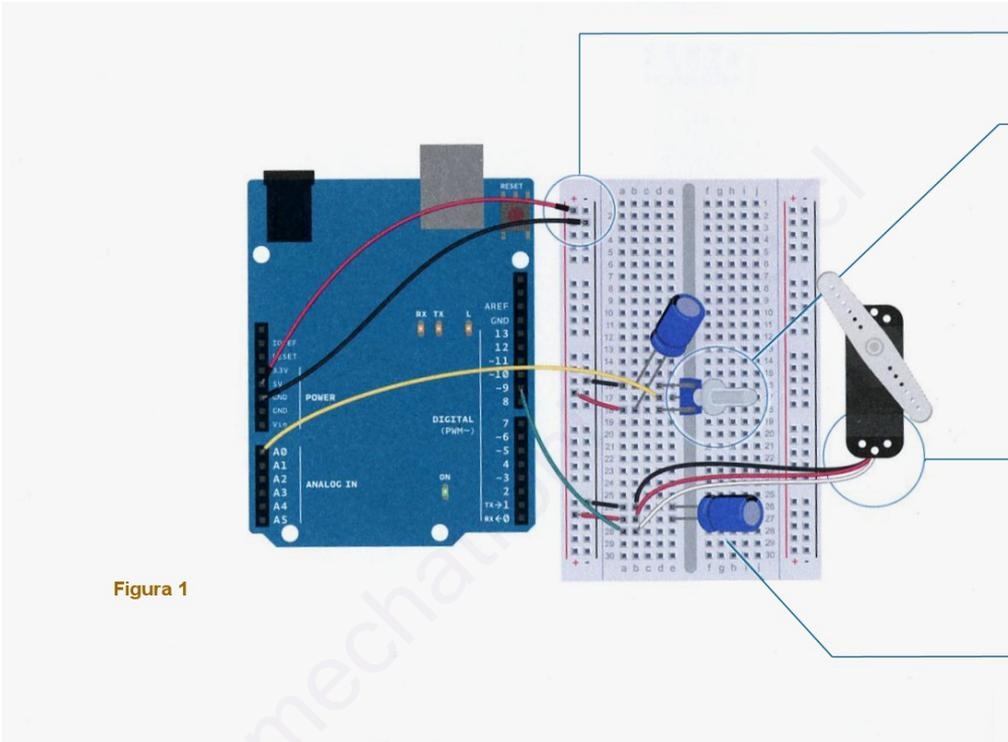

Figura 1
- 4 Cuando el servomotor empieza a moverse, consume mucha más corriente que si ya estuviese moviéndose. Esto producirá una pequeña caída de tensión en la placa. Si se coloca un condensador de 100uF entre el positivo y la masa cerca del conector del servomotor como se muestra en la figura 1, se podrá atenuar cualquier caída de tensión que se pueda producir. También se puede colocar un condensador de la misma capacidad entre los extremos del potenciómetro, entre positivo y la masa. Estos condensadores son llamados condensadores de desacoplo porque reducen, o desacoplan, los cambios causados en la línea de alimentación por los componentes del resto del circuito. Hay que tener mucho cuidado al conectar estos condensadores ya que tienen polaridad. Hay que fijarse que uno de los pins del condensador esta indicado con un signo menos (-), por tanto deberá conectarse a masa y el otro pin a positivo. Si se equivoca y coloca algún condensador con la polaridad contraria podría explotar.